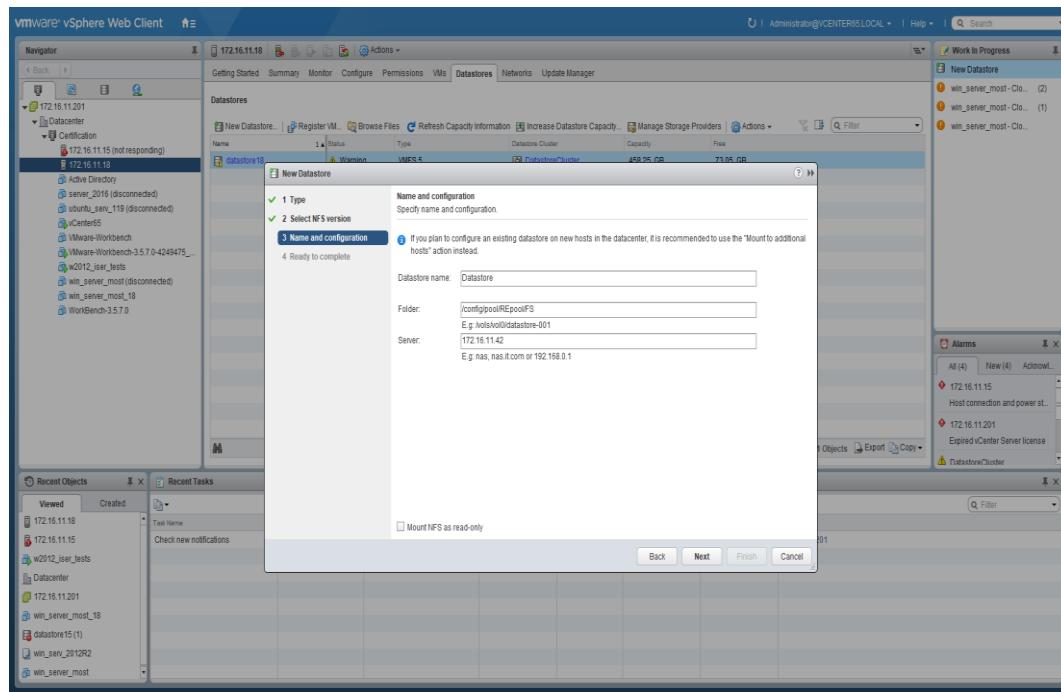

Рисунок 110. Данные NFS папки
8. Введите в соответствующие поля требуемые данные (см. Рисунок 110):